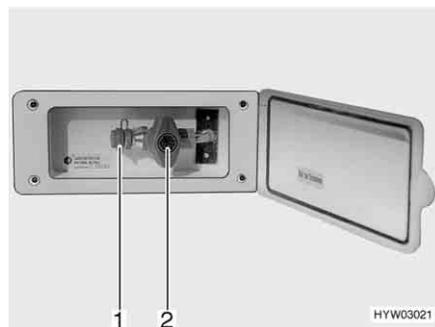

Fig. 132 Presa gas esterna, rubinetto di arresto del gas chiuso
La presa gas esterna (Fig. 132) si trova, a seconda del modello, nella parte posteriore o sul lato destro o sinistro del veicolo.
- Collegare l'apparecchio a gas esterno all'attacco (Fig. 132,1).
- Aprire il rubinetto di arresto del gas (Fig. 132,2).